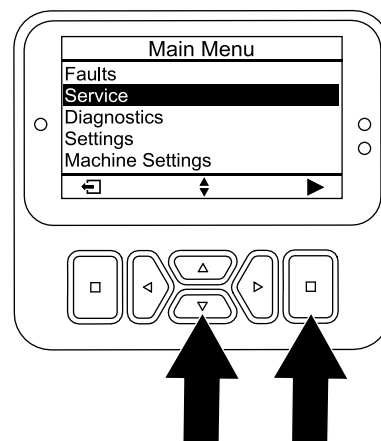

Figura 95
4. Apăsai butonul jos până când este selectată opțiunea SERVICE, apoi apăsai butonul de selectare (Figura 95).